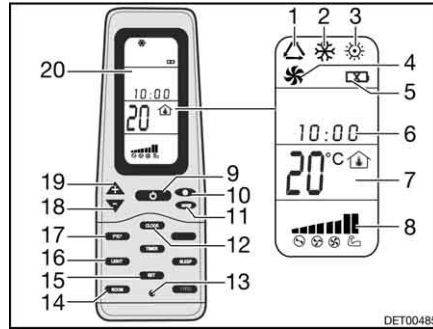

Fig. 214 Mando a distancia
- Pulsar la tecla ON/OFF (Fig. 214,9).
- Pulsar la tecla "Mode" (Fig. 214,11) las veces que sean necesarias hasta que se visualice el modo de funcionamiento deseado (Fig. 214,1, 2, 3 ó 4) en el display (Fig. 214,20).
- Ajustar la temperatura deseada con las teclas "+" (Fig. 214,19) y "-" (Fig. 214,18).
- Seleccionar la etapa deseada del ventilador con la tecla Velocidad del ventilador (Fig. 214,10).